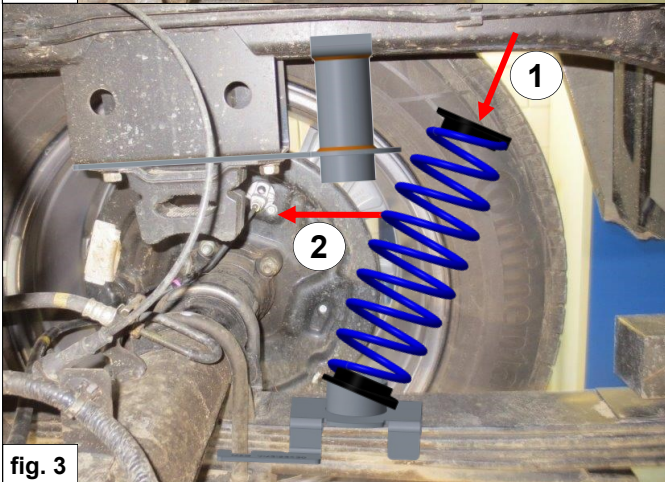

fig. 3
6. Montieren Sie die Hilfsfeder **C** mit Gummitellern **R** zwischen den Halterungen **A** & **B**. Beachten Sie, dass beiden Gummitellern **R** ordentlich zentrieren auf die Halterungen **A** & **B**. (Siehe Abbildung 3, 4 & 5).
6. Placer le ressort **C** avec ressort caoutchoucs **R** entre les anneaux **A** et **B**. Notez que les caoutchoucs **R** sont correctement centrées sur les supports **A** & **B**. (Voir figure 3, 4 & 5).